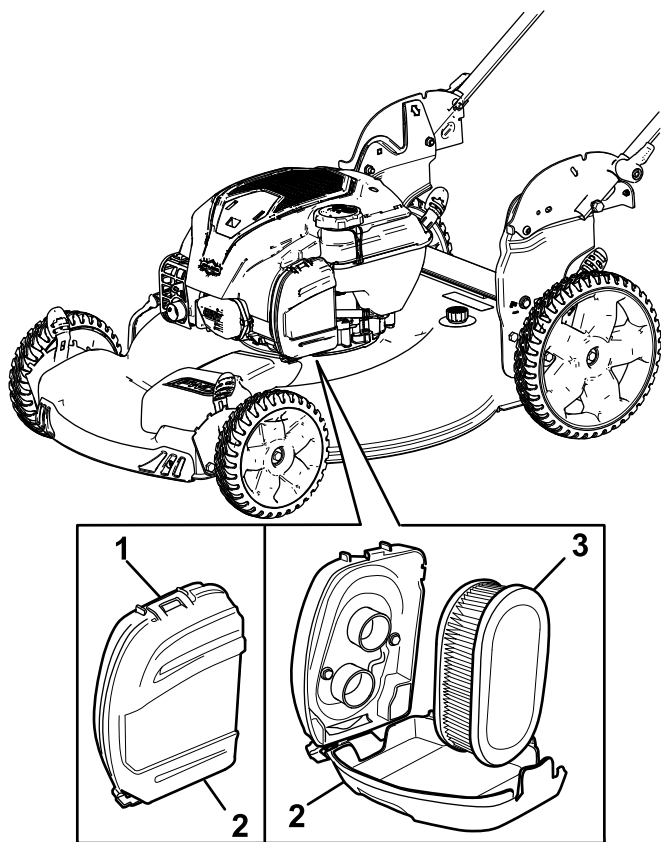

Figura 25
1. Abra los cierres de la parte superior de la tapa del filtro de aire (Figura 25).
2. Retire el filtro de aire (Figura 25).